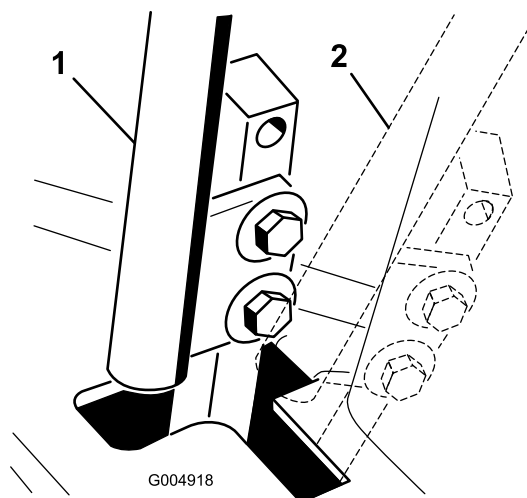

Figura 64
4. Mueva la palanca a la posición de punto muerto, pero **no a la posición de bloqueo** (Figura 64).
6. Compruebe la posición de la palanca de control con relación a la muesca de la consola (Figura 64). Debe estar centrada para que la palanca pueda girar hacia fuera a la posición de bloqueo/punto muerto.